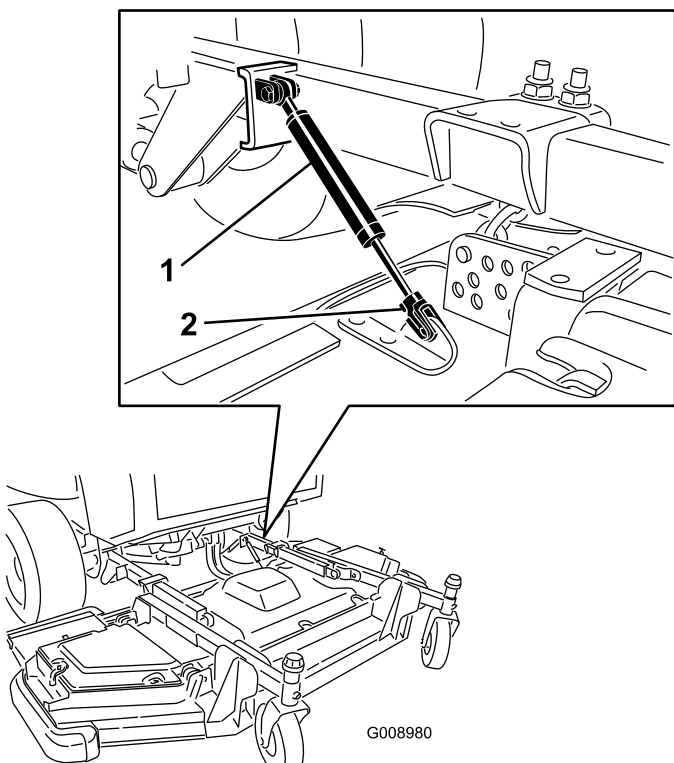

Figure 135
3. Retirez le clip de retenue et détachez l'ensemble amortisseur du plateau de coupe (Figure 135).